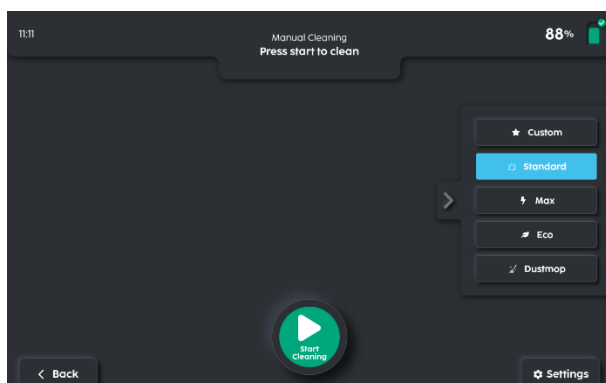

Fig. 1
4. Na het selecteren van uw instellingen selecteert u de knop 'START' om de reiniging te starten (fig. 1).